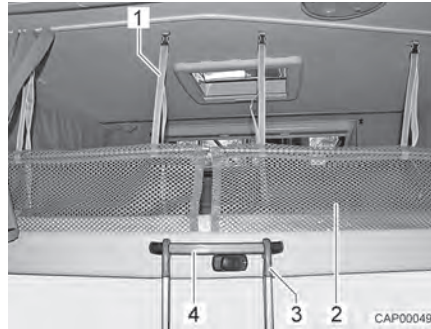

Bild 77 Aufstiegsleiter und Sicherungsnetz
*Einhängen:* ■ Aufstiegsleiter (Bild 77,3) mit beiden Bügeln im Griffbügel (Bild 77,4) am Hubbett einhängen.
**Sicherungsnetz** Die Sicherungsnetze (Bild 77,2) mit den Haltegurten sind unter der Matratze verstaut. Die Sicherungsnetze erst aufspannen, wenn sich die Personen bereits im Hubbett befinden.
*Aufspannen:* ■ Haltegurte (Bild 77,1) in die Halterungen an der Decke einrasten.